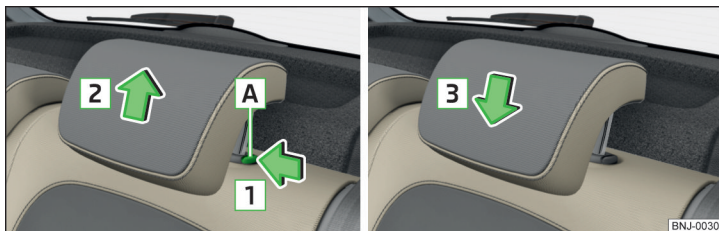

Abb. 60 Kopfstützen: aus-/einbauen
- › Die Sicherungstaste **A** in Pfeilrichtung **1** drücken und die Stütze in Pfeilrichtung **2** herausziehen » Abb. 60.